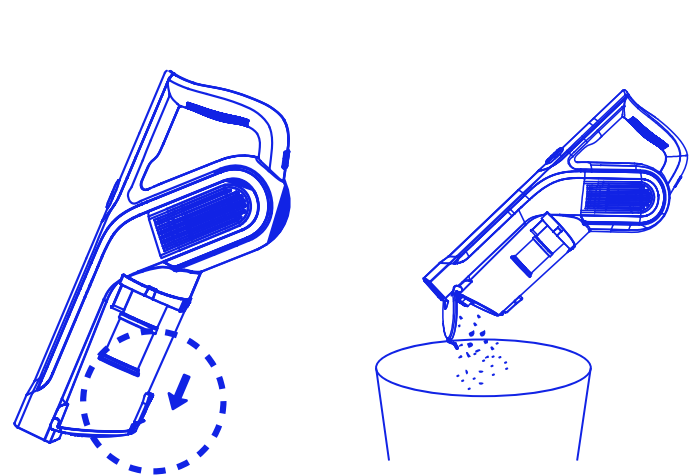
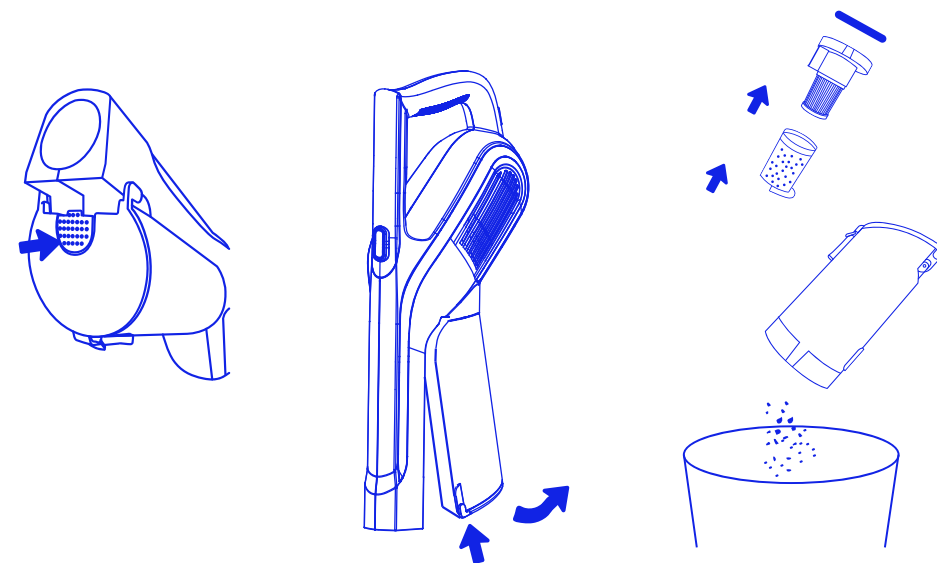
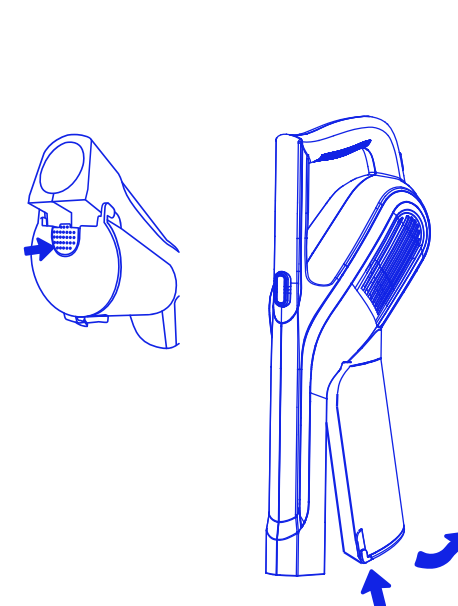

Рис. 5
Рис. 6
Рис. 7
Очищайте пылесборник, когда он заполнен или когда заметно снижается мощность всасывания. Для очистки откройте снизу крышку пылесборника (Рис.5) или отсоедините пылесборник от пылесоса, извлеките фильтр и вытряхните содержимое в соответствующую емкость для мусора (Рис. 6). Для замены фильтра отсоедините пылесборник от пылесоса и извлеките фильтр из пылесборника (Рис.7 и 8). При необходимости замените фильтр. Установите фильтр обратно в пылесборник.
- Отсоедините пылесборник от пылесоса (Рис.7).